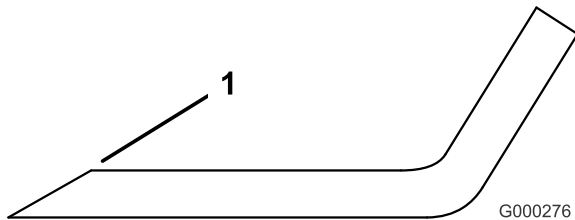

Figura 73
1. Utilice una lima para afilar el filo de corte en ambos extremos de la cuchilla (Figura 73). Mantenga el ángulo original. La cuchilla permanece equilibrada si se retira la misma cantidad de material de ambos bordes de corte.